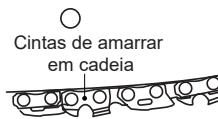

Fig. 7
1. Colocar o produto sobre uma superfície plana adequada com a capa da motosserra (14) virada para a frente.
2. Verificar a tensão da corrente usando uma mão para levantar a corrente da serra (11) contra o peso do produto. A tensão correcta da corrente é alcançada quando a corrente da serra pode ser levantada aproximadamente 2 - 4 mm da barra-guia (12) no centro (Fig. 7, 8).